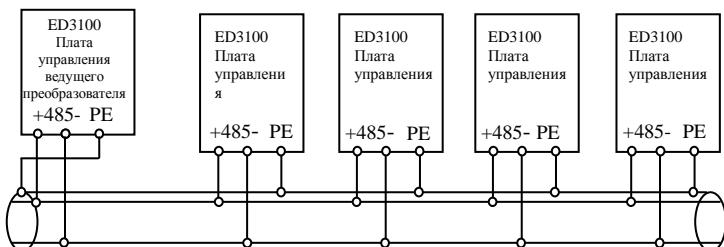

Рис. 3-13 Схема соединений, обеспечивающих связь нескольких преобразователей (все преобразователи и электродвигатели должны быть надежно заземлены)
(1) Как показано на рис. 3-12, с помощью интерфейса RS485 могут быть соединены вместе несколько преобразователей; управление ими осуществляется от программируемого логического контроллера (ПЛК) или машины более высокого уровня, используемой в качестве ведущего устройства. Кроме того, как показано на рис. 3-13, один из преобразователей также может использоваться в качестве ведущего устройства, а другие преобразователи используются при этом как ведомые устройства. При добавлении преобразователей связь может сильно подвергаться воздействию помех; поэтому рекомендуется осуществлять подключение в соответствии с приведенной ниже схемой: